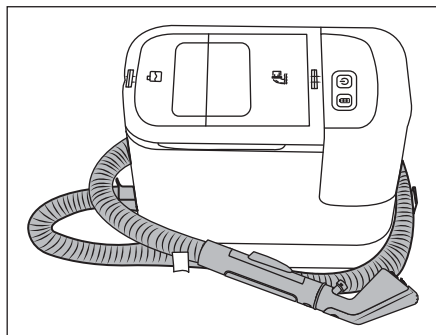

Fig. 10
- ⓘ **Bemærk:** (1) Tøm brugsvandsbeholderen 2 ☑, hvis produktet ikke skal bruges i længere tid. (2) Opbevar kun produktet i ren tilstand. Læs og overhold beskrivelsen i kapitlet **Rengøring og vedligeholdelse**.
- ◆ Tag slangeholderen 15 ud af produktet. Læg sprøjte-/sugeslangen 19 om produktet, og brug slangeholderne 15/16 hertil (se fig. 10).